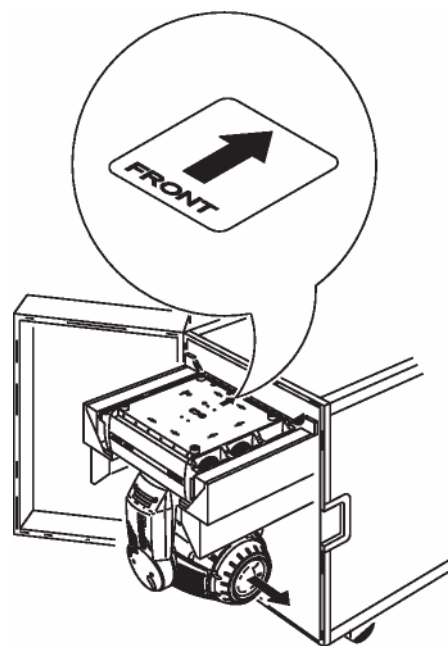

图2： 双飞行箱灯具放置位置
5. 如图2所示将灯头锁定，使透镜与箱门之间留有一定空间，然后锁定灯头的水平位置，不要锁定灯臂。